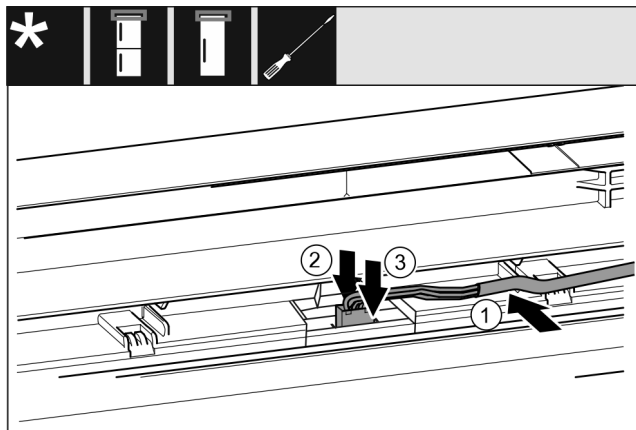

Fig. 32
- ▶ Inserire il cavo grigio nella guida nella porta superiore. Fig. 32 (1)
- ▶ Premere all'indietro il nasello di arresto. Fig. 32 (2)
- ▶ Innestare il connettore. Fig. 32 (3)